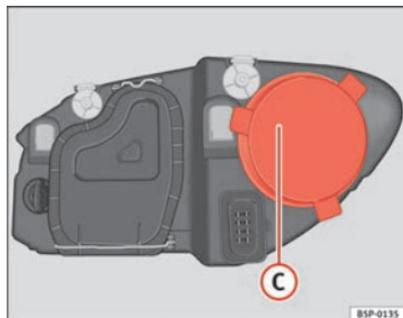

Fig. 181 Abbaglianti
- Rimuovere la copertura ⇒ fig. 181 ③ tirando dalla stessa.